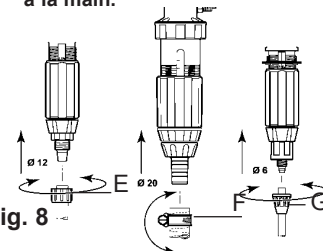

Fig. 8
- Dévisser l'écrou (Fig. 8-E) du bas de la partie dosage et enfiler le tuyau d'aspiration dans l'écrou.
- Dévisser à l'aide d'un tournevis le collier (Fig. 8-F) monté sur le tuyau d'aspiration.
- Dévisser l'écrou (Fig. 8-G) du bas de la partie dosage et enfiler le tuyau d'aspiration dans l'écrou.